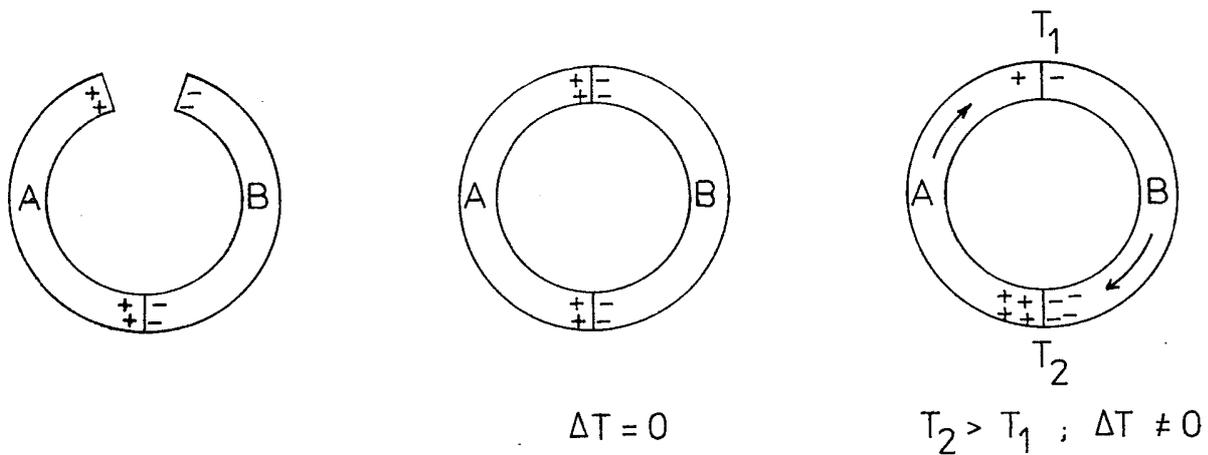

Abb. 1: Seebeck-Effekt: Kontaktspannung an zwei sich berührenden Metallen. Thermoelektrische Spannung durch Temperaturunterschied.
Atmosphäre. Um von den thermischen Eigenschaften der zur Temperaturmessung verwendeten Stoffe unabhängig zu sein, hat man die thermodynamische Temperaturskala eingeführt. Die Festlegung dieser Skala gründet sich auf die Betrachtung eines Carnot'schen Kreisprozesses. Im Jahre 1848 erkannte W. Thomson, der spätere Lord Kelvin, daß hieraus die Existenz einer absoluten Temperaturskala folgt. Ihm zu Ehren hat heute die Temperatureinheit den Namen Kelvin (K). Ihr Nullpunkt wird als absoluter Nullpunkt bezeichnet, die von diesem Nullpunkt aus gezählte Temperatur als absolute Temperatur. Die Größe des Kelvin und der Bezugspunkt der Kelvinskala ist 1954 so festgelegt worden, daß die Temperatur des Tripelpunktes von Wasser (s. Vers. Dampfdruck von Flüssigkeiten, Abb. 1) genau 273,16 K beträgt. Zwischen der verbindlichen SI-Einheit ‚Kelvin‘ und dem praktisch noch verwendeten ‚Grad Celsius‘ besteht die einfache additive Beziehung:
Von den elektrischen Thermometern werden Thermoelemente am häufigsten zur Temperaturmessung benutzt. Sie sind sehr einfach herzustellen, haben eine sehr geringe räumliche Ausdehnung, sind verhältnismäßig trägheitsfrei und eignen sich besonders auch zur Messung von Temperaturdifferenzen. Ihre Wirkungsweise beruht auf dem thermoelektrischen Effekt (Seebeck, 1822), der die Entstehung elektrischer Spannungen durch Temperaturunterschiede an den Kontaktstellen zweier verschiedener Metalle erklärt (Abb. 1).